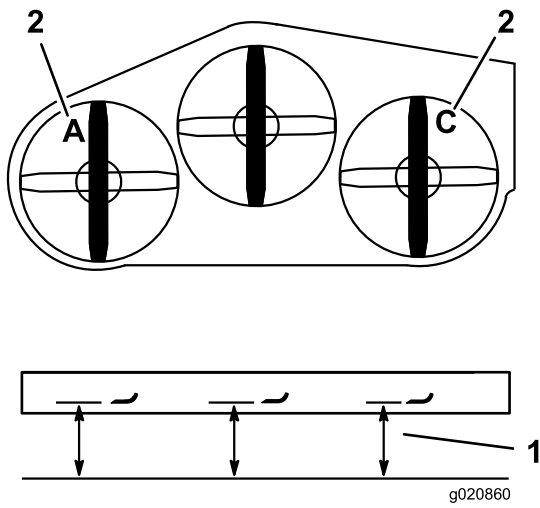

Figure 85
3. Mesurez et notez la distance au point **A** entre la surface plane et le tranchant de la pointe de la lame gauche (Figure 85).
4. Mesurez et notez la distance au point **C** entre la surface plane et le tranchant de la pointe de la lame droite (Figure 85).
3. Mesurez et notez la distance au point C entre la surface plane et le tranchant de la pointe de la lame droite (Figure 85).